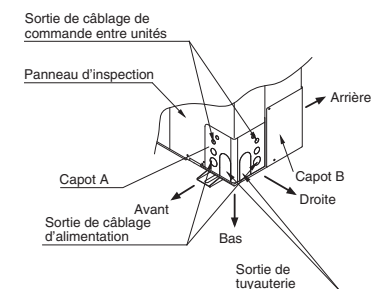

Fig. 4-2
- Si la direction de déploiement est par le bas, utiliser des tenailles ou un outil similaire pour découper le bord inférieur du capot A. (Fig. 4-2)